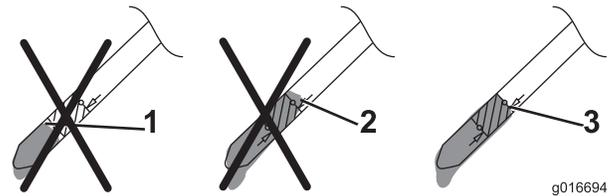

Figure 15
5. Observez le niveau d'huile indiqué par la jauge (Figure 15).
- Si le niveau n'atteint est trop bas, versez **lentement** une petite quantité d'huile dans le goulot de remplissage, attendez 3 minutes puis répétez les opérations 3 à 5 jusqu'à ce que le niveau d'huile soit correct, comme montré à la Figure 15.
Choisissez la hauteur de coupe voulue; voir la Figure 14 et la Figure 15.